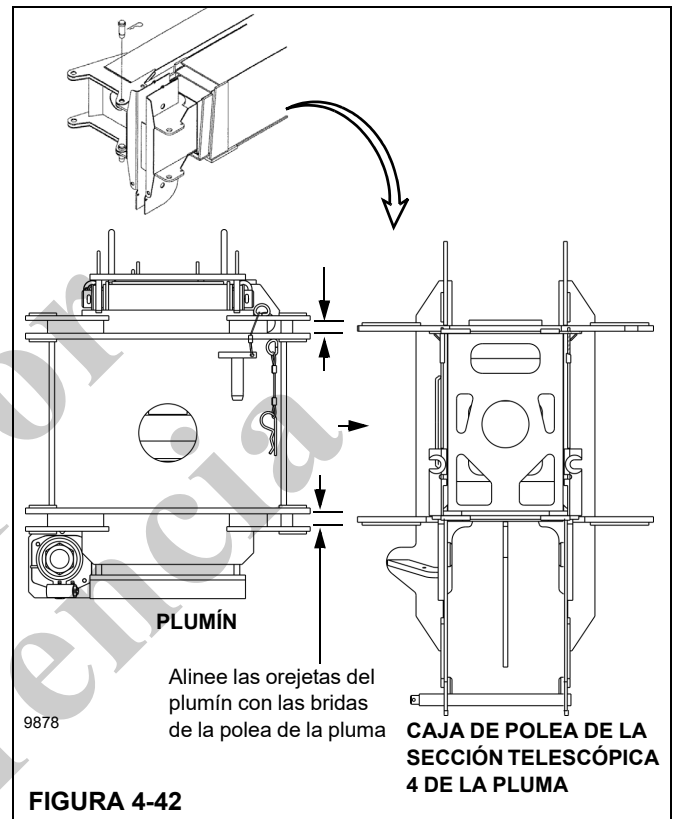

FIGURA 4-42
10. Extienda y retraiga la pluma para asegurar que las orejetas del plumín estén debidamente alineadas. Las orejetas del plumín deben alinearse con las bridas del plumín (Figura 4-42).